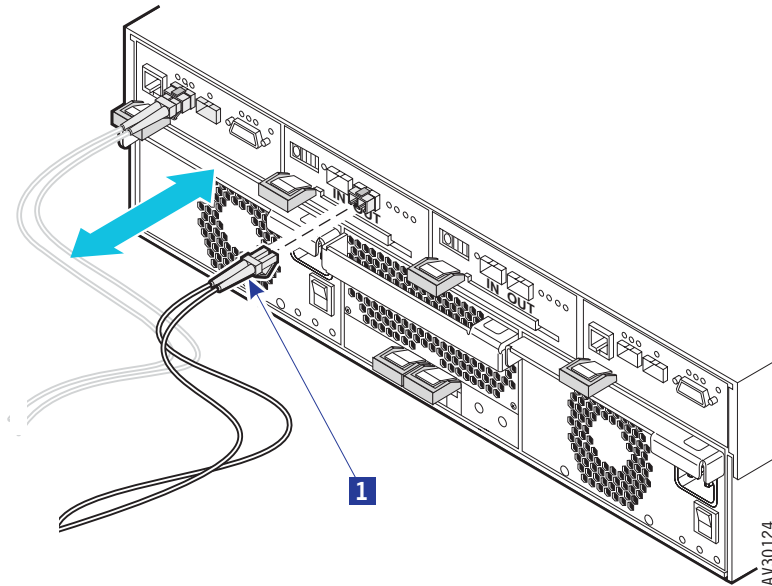

図25. ファイバ・チャンネル・ケーブルを基本筐体に接続する
3. 38ページの図25のように、ファイバ・チャンネル・ケーブルの一方の端 **1** を、基本筐体または拡張筐体内のインターフェース・モジュールの OUT コネクタに接続するか、あるいはホスト・システムの HBA に接続して下さい。ファイバ・チャンネル・ケーブルを接続する前に、OUT コネクタには、SFP 光トランシーバを取り付けて下さい。サポートしている SFP 光トランシーバのリストについては、21 ページの表5を参照して下さい。